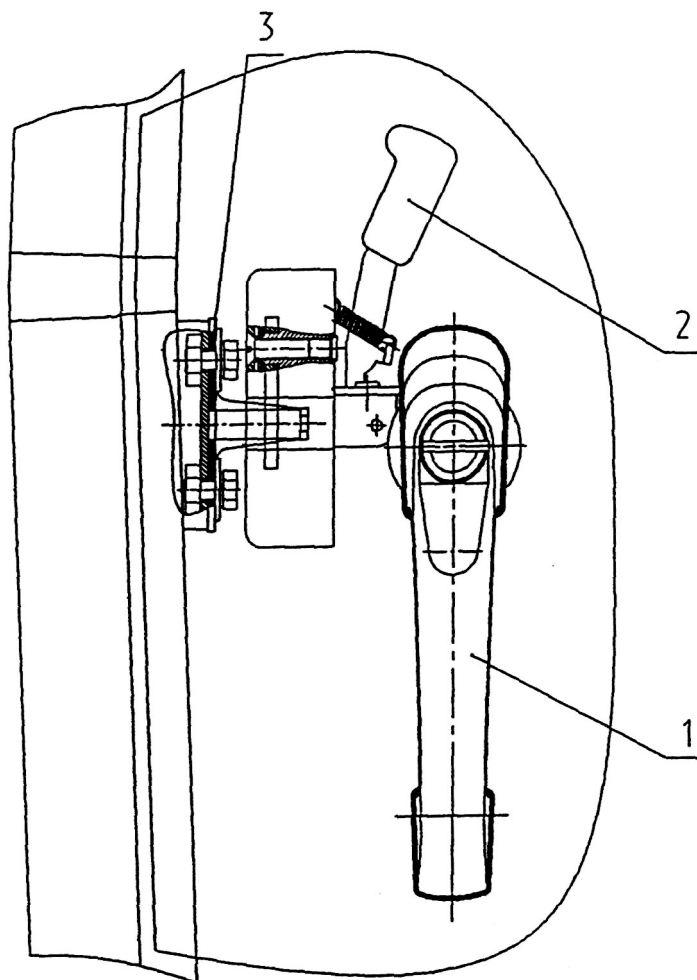
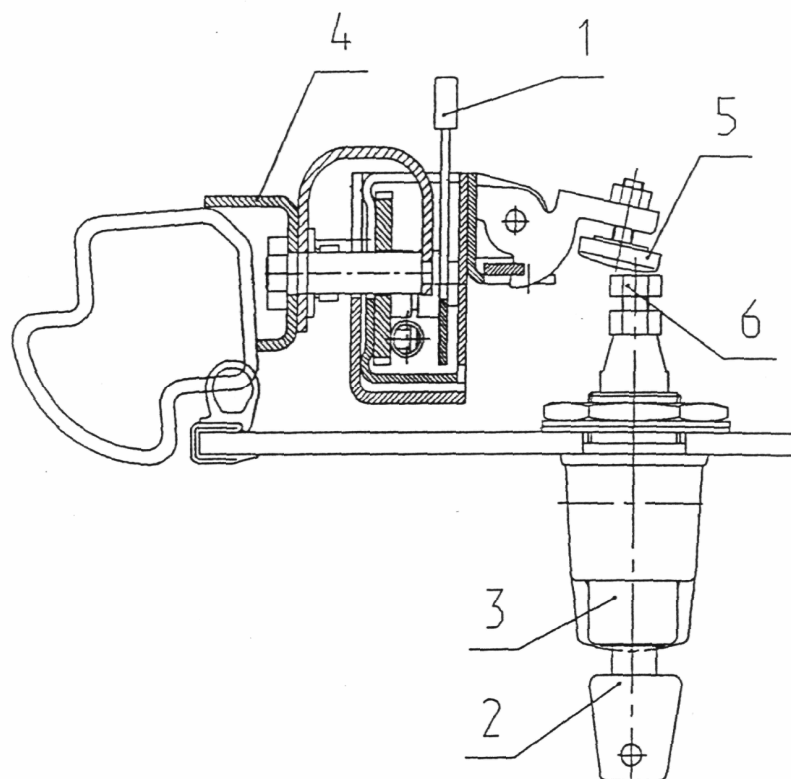

Рис.5.16.3. Замок двери:
Рис.5.16.4. Замок двери:
Снаружи правая и левая двери кабины отпираются нажатием на кнопку ручки 3 (рис.5.16.4). Изнутри кабина отпирается поворотом рукоятки 2 (рис. 5.16.3) замка. Замок правой и левой двери блокируется только изнутри кабины приведением захвата 1 (рис. 5.16.4) в верхнее положение при закрытой двери. Снаружи замок левой двери
открывается и закрывается ключом 2 (рис.5.16.4) ручки поворотом на 180°.
Периодически, в холодное время года и при длительном хранении, следует производить смазку цилиндрического механизма, который расположен в кнопке 3 (рис. 5.16.4) ручки методом впрыска препаратами HG 5503 (HG5501.WD-40);
- отрегулировать положение зацепа 4 (рис.5.16.4) изменением положения шайб 3 (рис. 5.16.3) и перемещением зацепа в горизонтальной и вертикальной плоскостях, удаляя или приближая к замку (происходит регулировка прилегания двери к дверному проему, а также обеспечение надежного запирания двери);
В случае регулировки зазора между винтом замка 5 (рис. 5.16.4) и толкателем 6 ручки (должен быть не более 1 мм) необходимо вращать винт, после чего винт законтрить гайкой.